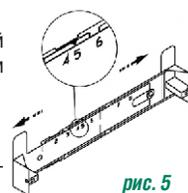

рис. 5
- прежде чем прикрепить кронштейн к стене, необходимо выставить его на нужный размер (равный ширине верхней фальштрубы). Увеличьте размер кронштейна (если это необходимо) и установите фиксатор напротив цифры 5 (см. рис. 5)